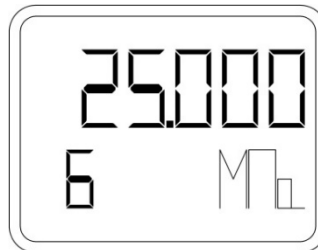

Рисунок 24 – Установка верхнего предела измерения без подачи опорного давления
- При помощи кнопки «М» (или «S») зайти в пункт меню 6 (рисунок 24).